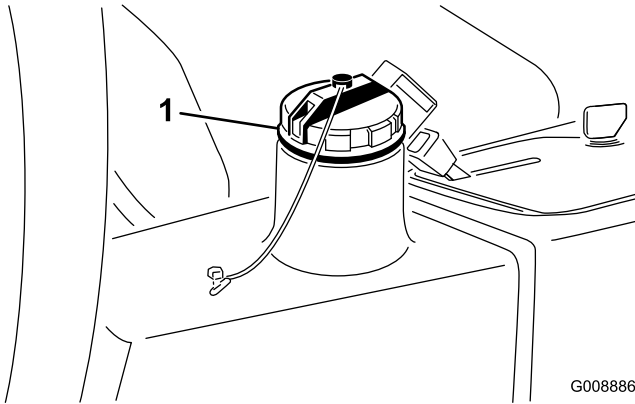

Bild 74
4. Füllen Sie den Tank (Bild 74) mit ungefähr 13,2 l Hydrauliköl, siehe Prüfen der Hydraulikanlage“.